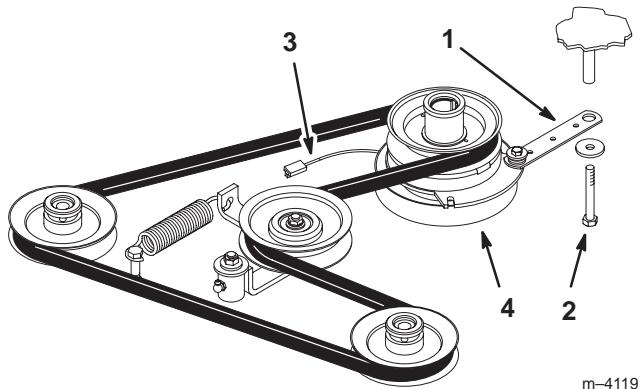

Figure 2
1. Déposez la barrette de l'embrayage (Fig. 2).
2. Débranchez le connecteur de l'embrayage (Fig. 2).
- Posez la barrette de l'embrayage (Fig. 2).
- Branchez le connecteur de l'embrayage (Fig. 2).